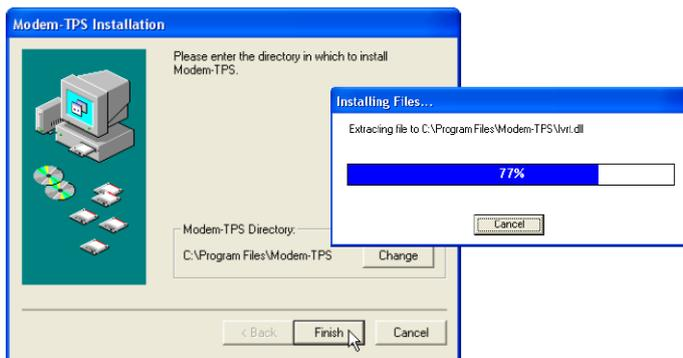

Figura 2-2. Selezione della posizione di installazione di Modem-TPS e installazione
- Mantenere la posizione di installazione predefinita oppure selezionare una nuova destinazione. Fare clic su **Finish** (Figura 2-2).